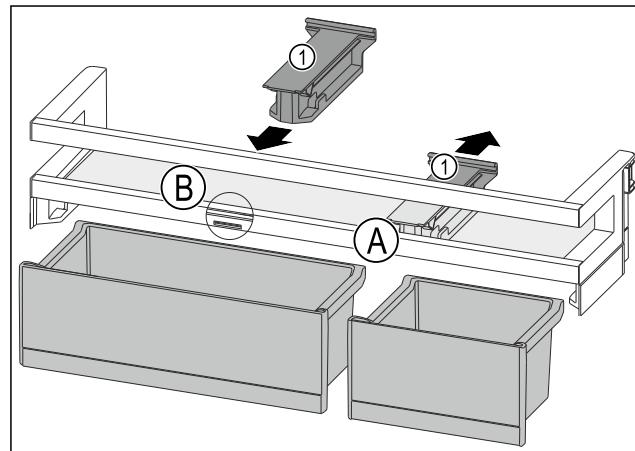

Fig. 94
- Desprindeți piesa de susținere Fig. 94 (1) din poziție Fig. 94 (A) spre spate.
- Introduceți piesa de susținere Fig. 94 (1) în poziție Fig. 94 (B).